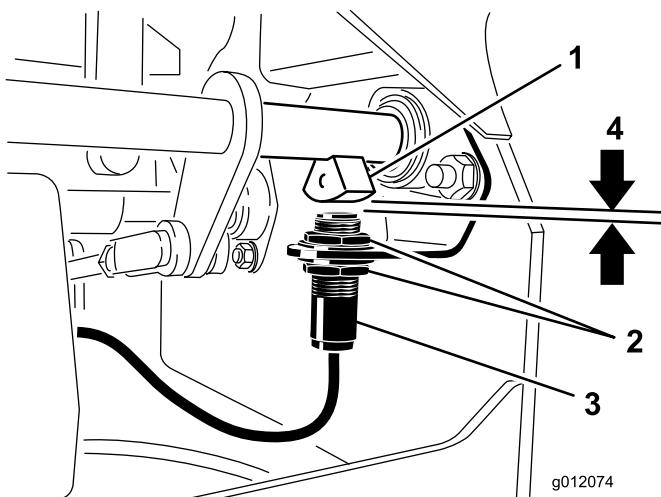

Bild 51
- Schieben Sie den Schalter an der Halterung nach oben oder unten, bis der Abstand zwischen dem Bremswellensensor und dem Schalterplunger 3,9 mm beträgt (Bild 51).